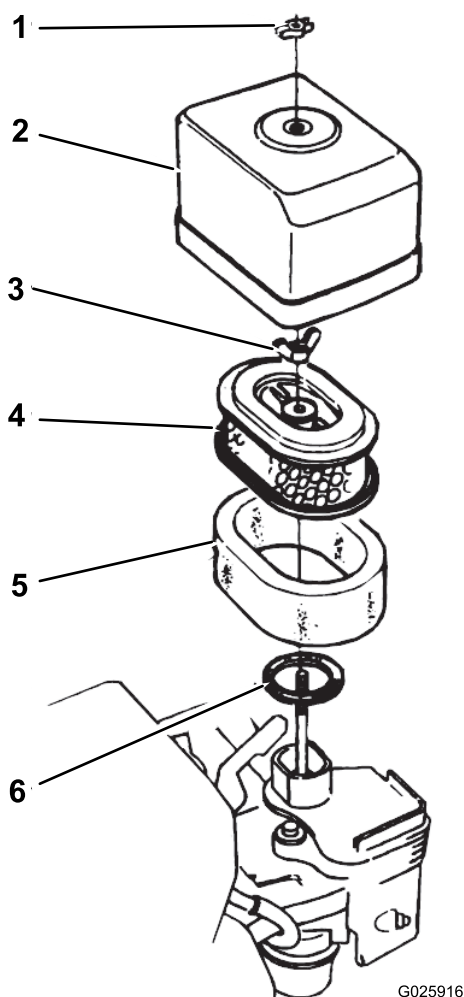

图31
2. 拧掉将空气滤清器盖固定到空气滤清器上的蝶型螺帽然后取下滤清器盖 图31。
4. 从空气滤清器上卸下蝶型螺帽然后取出滤清器 图31。
5. 从纸质滤芯中取出泡沫滤芯 图31。